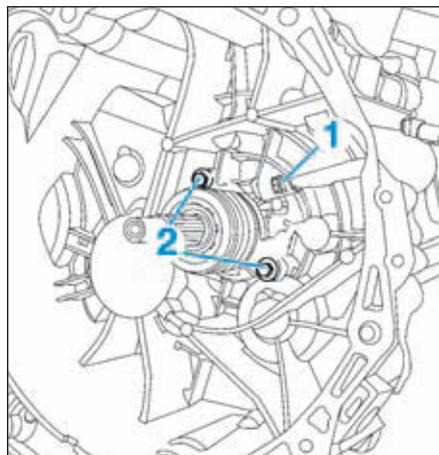

FIG.3
- le raccord hydraulique (1) (Fig.3),
- les deux vis de fixation (2) de la butée,